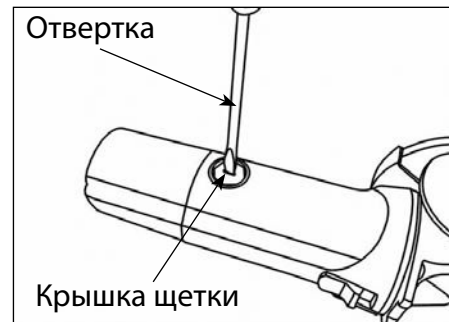

Рис. 8
3) С помощью отвертки выкрутите крышку щеточного узла. Достаньте угольную щетку, вставьте на ее место новую. (Рис.8)